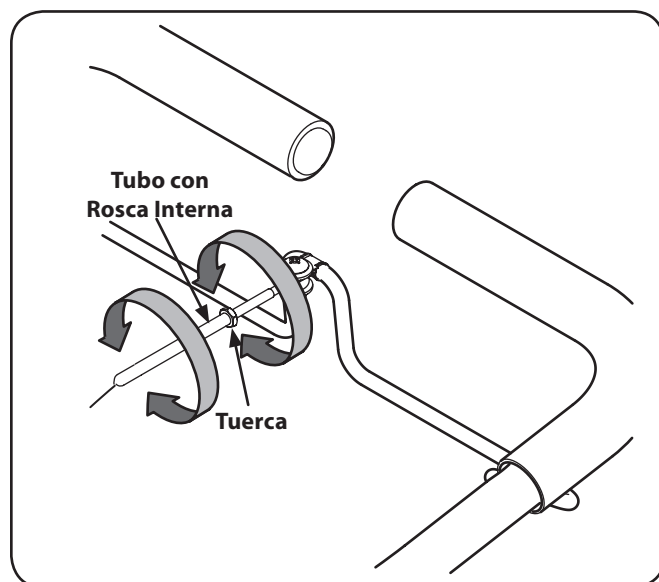

Figura 1-8
6. Cuidadosamente el embrague mediante el levantamiento de la fianza de control de embrague contra el larguero. Las ruedas deben girar. Si las ruedas no giran con el timón en adelante, ajuste de la ONU-threading el tubo en el extremo del cable de un par de vueltas en sentido antihorario, al estar de pie en la posición del operador. Ver Figura 1-8.